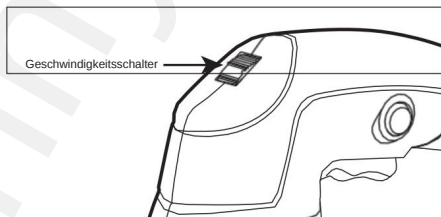

Abbildung 3
2. Um die Geschwindigkeit anzupassen, drehen Sie den Geschwindigkeitswähler von Position 1 (niedrigste Geschwindigkeit) auf Position 6 (höchste Geschwindigkeit). Siehe Abbildung 3 unten.